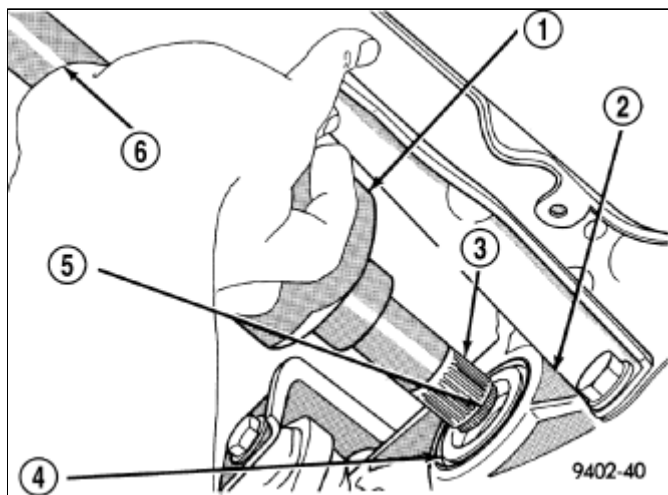

图 7 从变速驱动桥拆卸三脚接头
14. 托住半面轴组件的内三脚接头（1）(图 7)和互连轴（6）。把内三脚接头从变速驱动桥侧齿轮和变速驱动桥油封（4）直接拉出，将其从变速驱动桥（2）卸下。拆卸三脚接头时，请勿把花键或卡环从变速驱动桥密封唇拖至三脚接头油封。